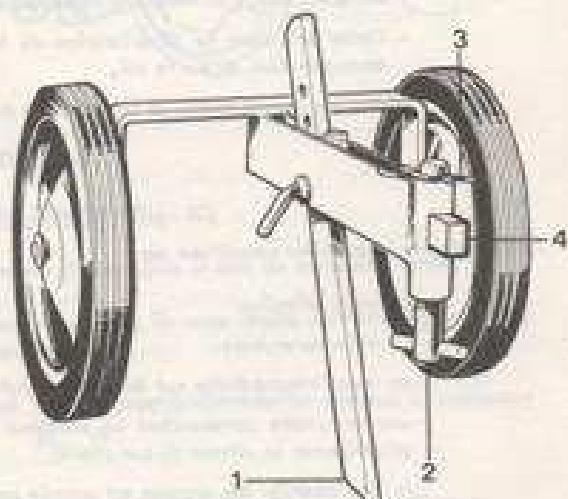

Fig. 5
- la béquille combinée (Fig. 5).